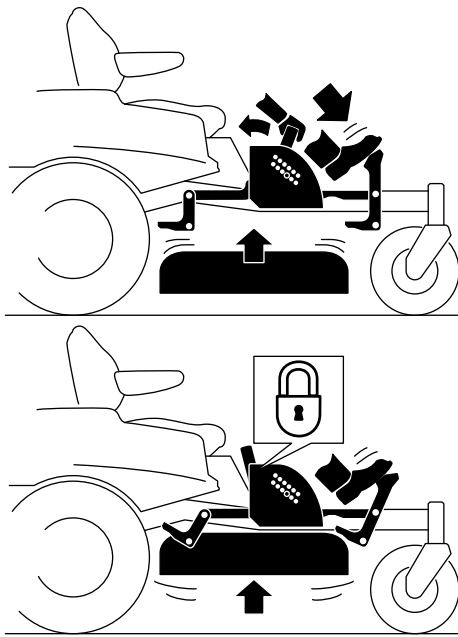

Figure 27
- Enfoncez la pédale pour élever le tablier de coupe; maintenez la pédale enfoncée jusqu'à ce que le tablier soit verrouillé en position de transport (Figure 27).
- Appuyez sur la pédale de levage du tablier avec le pied et tirez la poignée de verrouillage de transport en arrière pour désengager le verrou de transport (Figure 27).
4. Appuyez sur la pédale de levage du tablier avec le pied et tirez la poignée en arrière pour désengager le verrou de transport (Figure 27).